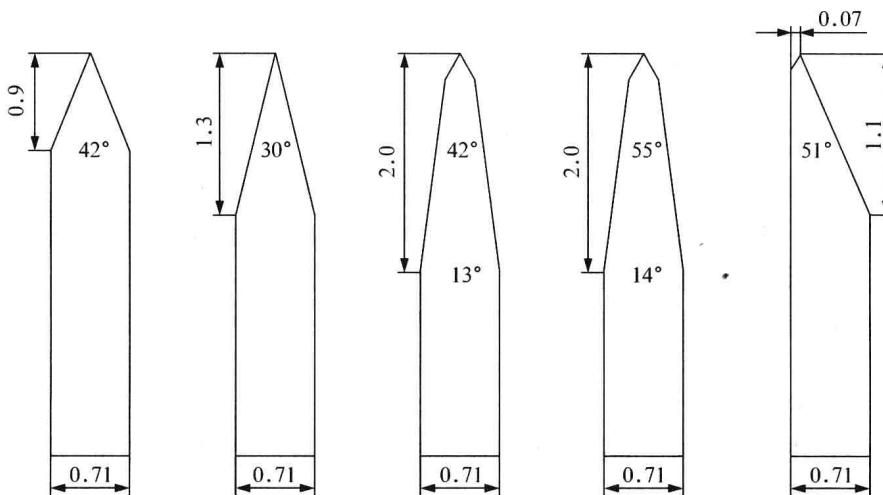

图 1-8 刀锋的形状
(1) 刀片的种类依据刀锋（夹角）的形状可分为矮锋刀（矮锋刀 42°、矮锋刀 30°）高锋刀和 2 段高锋刀 42°、2 段高锋刀 52°~55°、单边刀 51°），如图 1-8 所示。